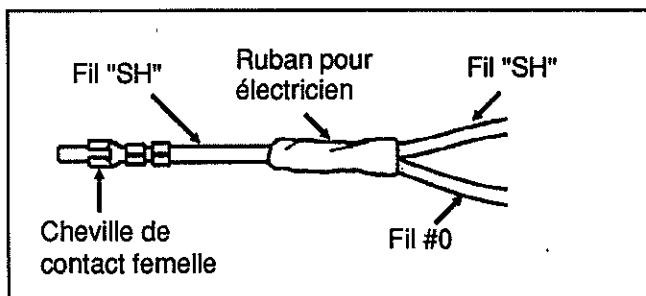

Figure B.1
7. Dénuder (sans le sectionner) environ 13 mm (1/2") sur le fil noir "SH", puis souder le fil noir #0 à ce fil. Voir figure B.1.